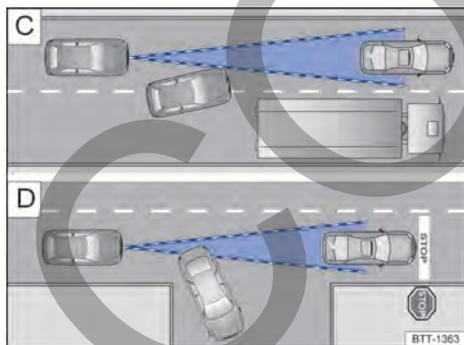

Fig. 95 [C] Cambio de carril. [D] Vehículo girando o parado.
Por ejemplo, si un vehículo detectado por el ACC gira o cambia de carril, y si hay un vehículo parado frente a este vehículo, el ACC no reaccionará al vehículo parado → fig. 95 [D].
- Vehículos que cambian al carril donde usted está a poca distancia del vehículo → fig. 95 C.